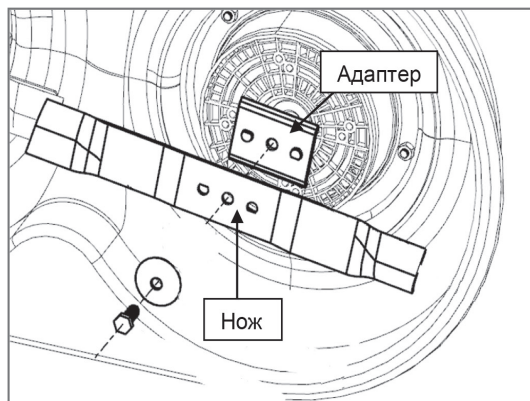

Рис. 26
- Проверьте адаптер ножа на наличие повреждений (рис. 26).
ВНИМАНИЕ! Для обеспечения оптимальной защиты вала двигателя, если произойдет контакт с более твердой поверхностью (бордюрный камень, тротуарная плитка и т.п.), нож газонокосилки имеет специальную конструкцию, состоящую из трёх компонентов. Центральная часть (поз. 1, Рис. 26а) и два сегмента на внешнем радиусе (2поз. 1, Рис. 26а), которые крепятся к центральной части на болтах (поз. 3, Рис. 26а).
Рис. 26а